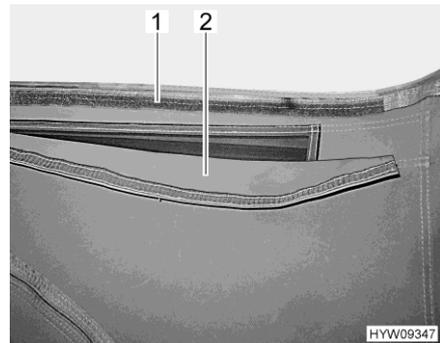

Fig. 34 Ventilación (abierta)
- Tirar la ventana de lona (Fig. 34,2) hacia arriba y apretarla contra la cinta velcro (Fig. 34,1).